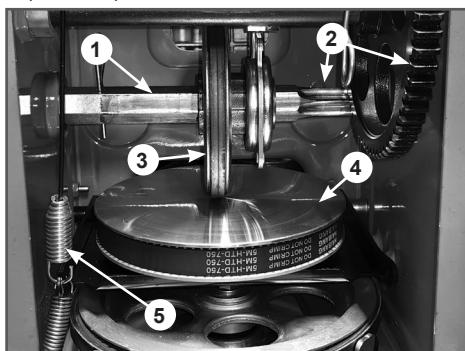

Рис. 35. Обслуживание трансмиссии
Если при нажатом рычаге включения привода хода снегоотбрасыватель не движется или при нажатии на рычаг включения привода хода слышны посторонние звуки, а регулировка длины троса включения привода хода не позволяет устранить проблему, возможно, фрикционное колесо 3 (Рис. 35) полностью износило и его необходимо заменить.
4. Проверьте состояние фрикционного колеса 3 (Рис. 35). Если высота резинового кольца относительно фрикционного колеса 2 мм и менее, если на резиновом кольце имеются повреждения и разрывы, фрикционное колесо необходимо заменить.
6. Нанесите универсальную низкотемпературную смазку CHAMPION EP-0 тонким слоем на шестигранный вал 1 фрикционного колеса и зубья шестерен 2 (Рис. 35). Смазывать шестигранный вал фрикционного колеса и шестерни трансмиссии необходимо не реже одного раза в год.
Не допускайте попадания смазки на резиновое фрикционное колесо 3 и ведущий диск 4 (Рис. 35).
7. Проверьте регулировку троса включения привода хода. Нажмите рычаг включения привода хода. При полностью нажатом рычаге пружина 5 должна быть растянута на 0,5 - 1 см (Рис. 35). Отпустите рычаг включения привода хода. Между резиновым фрикционным колесом 3 и ведущим диском 4 должен быть зазор не менее 1 мм (Рис. 35);
— Проверьте положение фрикционного колеса 3 относительно ведущего диска 4 (Рис. 35). Плоскость вращения фрикционного колеса 3 должна находиться точно по центру (оси вращения) ведущего диска 4 (Рис. 35). Это необходимо для того, чтобы скорость движения снегоотбрасывателя была одинаковой на первой передней и первой задней передачах.